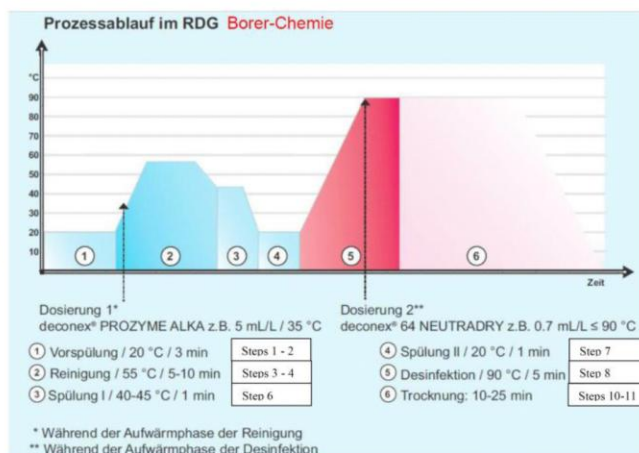

Abb. 1 Svolgimento schematico del programma 1 Instruments Ao-value 3000
- Avviare il programma 1 Instruments Ao-value 3000 per la disinfezione termica, procedura del programma vedi fig. 1. La disinfezione termica avviene in accordo alla normativa nazionale e ai valori A₀ (EN/ISO 15883).
- Per evitare la formazione di macchie, per la fase di sciacquatura si consiglia l'uso di acqua completamente desalinizzata (VE).